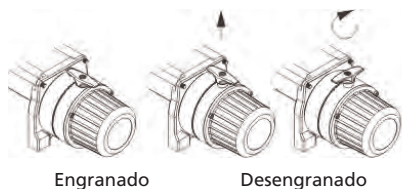

Figura 9
1. Levante la palanca de embrague a la posición «Disengaged» (Disengranado) como se muestra en la Figura 9. Si hay una carga en el cable de alambre, es posible que la palanca de embrague no gire fácilmente. NO FUERCE LA PALANCA DE EMBRAGUE. Suelte la tensión sobre el cable de alambre, sacando lentamente un poco de cable de alambre.
3. Revise que queden por lo menos cinco (5) vueltas de cable de alambre en el tambor.
4. Vuelva a embragar el tambor devolviendo la palanca de embrague a la posición de «Engaged» (Engranado) (ver la Figura 9).
3. Para maximizar la vida útil del cabrestante y del cable de alambre, use un bloque de poleas para tirar con línea doble las cargas más pesadas (Figura 9).